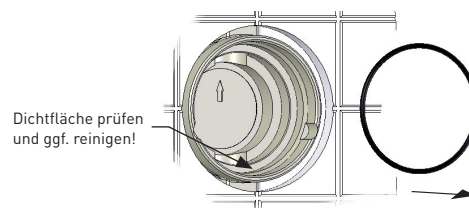

Bild 3 - vorhandenen O-Ring entfernen
- Vorhandenen O-Ring entfernen (Bild 3), Dichtfläche prüfen und ggf. reinigen!